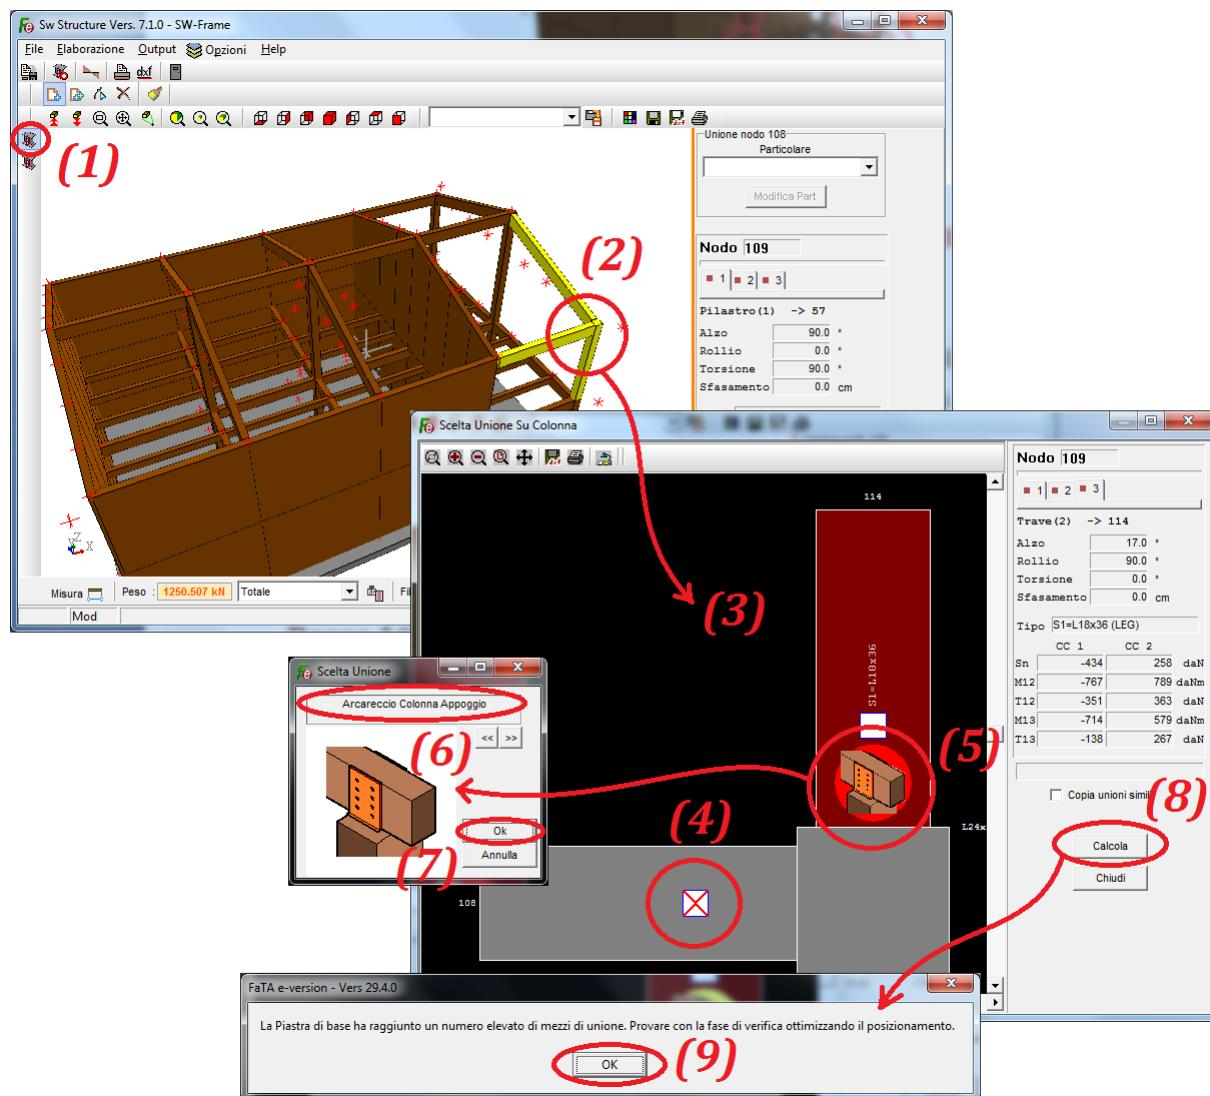

Figura 64
Con riferimento alla figura 64 cliccare sul tasto “*UdF*”, portare il cursore in corrispondenza del nodo evidenziato (2) e cliccare con il tasto sinistro del mouse per dare inizio alla fase di progettazione della connessione.